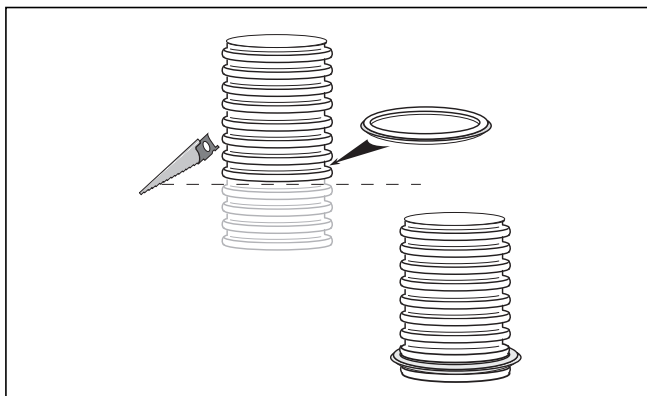

Рис. 4.38 Укорачивание гибкого отвода ОГ и монтаж уплотнения
- Затем монтируйте уплотнение в самом нижнем неповрежденном желобке дымохода (→ рис. 4.38).